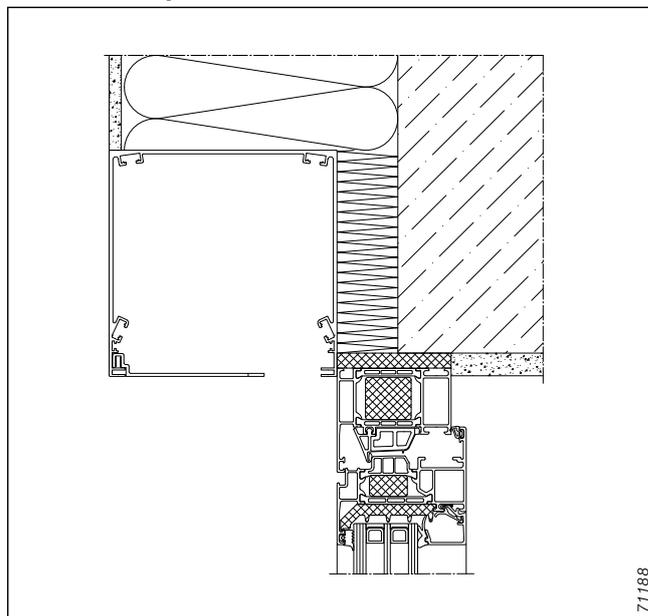

Abb. 45: Einbaubeispiel
5. Soll Do (Dämmung oben) vorne oder Dh (Dämmung hinten) unten eingerückt sein, so ist dieses Maß jeweils zu reduzieren (siehe auch Einbaubeispiel Abb. 45: hier ist das Maß „Dh“ zum Beispiel eingerückt)